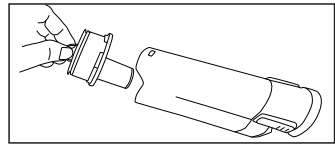

Fig. 2
6. Alinee el cartucho del filtro con el depósito de polvo y deslícelo en su lugar (Fig. 2).